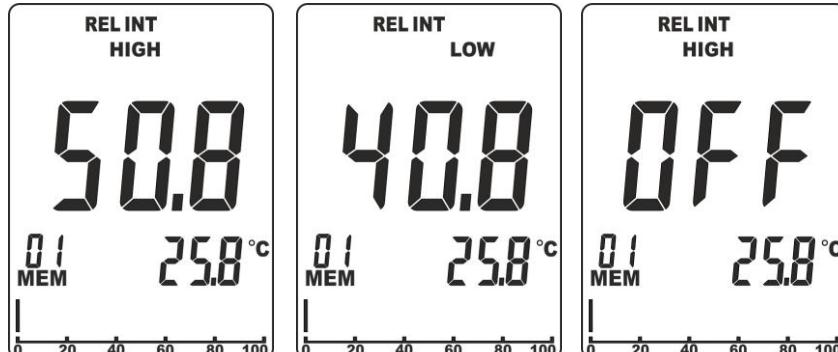

Fig. 6: Configuración umbrales de alarma medida MOI INT y MOI EXT
1. Pulse simultáneamente durante algún segundo las teclas **MOI** y **MODE/ZERO**. El símbolo “HIGH” se muestra en la parte superior del visualizador (ver el Fig. 6 – parte izquierda)
2. Use las teclas flecha **◀** o **▶** para configurar el valor del umbral Máximo en el campo: **0.1% ÷ 99.9%**. En estas condiciones el instrumento emitirá un sonido **continuo** para el valor medido de humedad superior al umbral configurado. Seleccione la opción **“OFF”** para deshabilitar las alarmas (ver el Fig. 6 – parte derecha)
3. Pulse la tecla **MEM/ALM** para confirmar y pasar a la configuración del umbral Mínimo. El símbolo “LOW” se muestra en la parte superior del visualizador (ver la Fig. 6 – parte central)